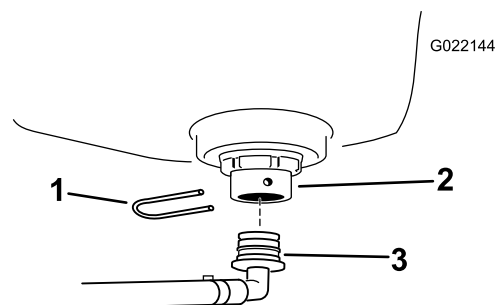

Figura 12
2. Instale el conector de manguera del depósito de enjuague en el conector estanco y sujételo con una horquilla de retención (**Figura 12**). Gire el acoplamiento hasta que quede orientado hacia atrás.